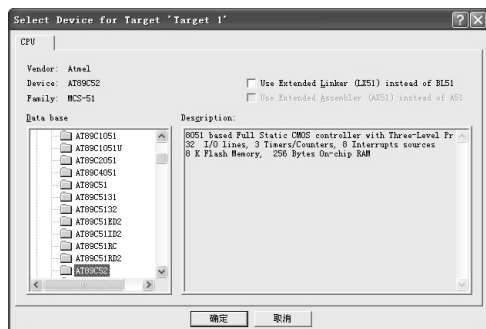
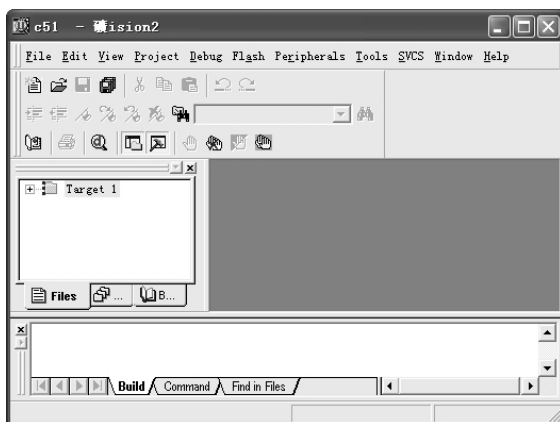

图 1-15 选择单片机的类型
图 1-16 造型完成后的界面
(3) 单片机选型。Keil C51 几乎支持所有 51 核的单片机, 用户可以根据需要使用不同的单片机, 如图 1-15 所示, 选择 Atmel 的 AT89C52 之后, 单击“确定”按钮。右边一栏是对此单片机的基本说明。选型完成后的界面如图 1-16 所示。